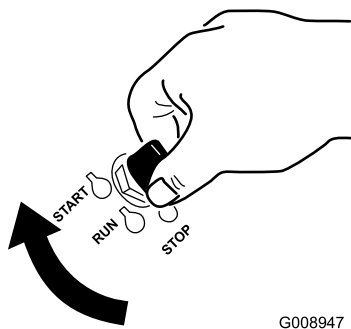

Figure 17
1. Tournez la clé de contact à la position de DÉMARRAGE (Figure 17).